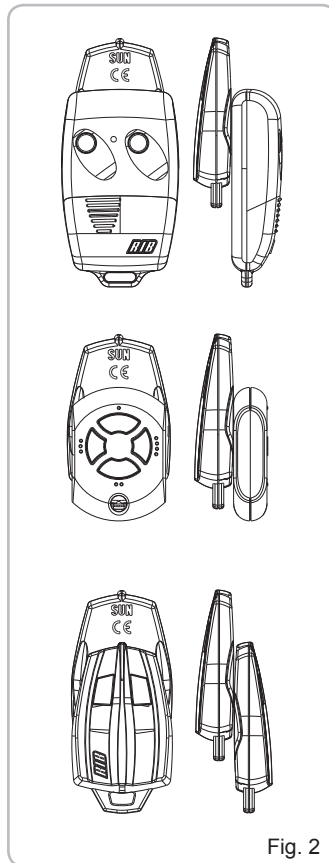

Fig. 2
3. Während der Zeit von 30 Sekunden eine der Tasten auf der Fernbedienung MOON (z.B. Kanal A, kann auch Kanal B, C oder D sein) für die Registrierung in MOON CLONE drücken, wie beschildert in Fig. 2.
N.B.: Die Klonierung wie in Fig. 2 beschildert ausführen, tx auf tx SUN CLONE. Eine abweichende Position erlaubt keine exakt gleiche Klonung.